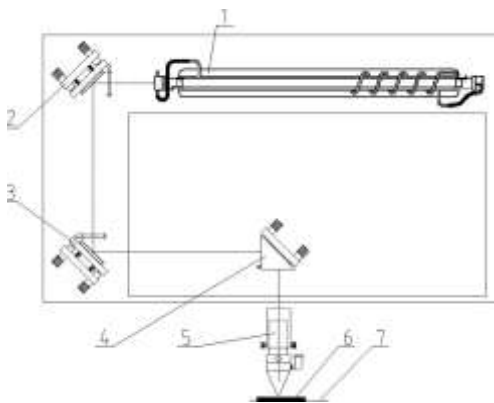

Рис. 6. Траектория движения лазерного луча
лазерного луча по изменяющейся траектории. Лазерная трубка (1), 3 зеркала (2, 3 и 4), лазерная головка и система настройки задают траекторию движения лазера (Рис. 6). От точности движения лазера зависит результат гравировки и резки, поэтому оператор должен правильно настроить траекторию движения лазера. На рисунке 7 показано одно из трех отражающих зеркал: 1 – три прижимных болта, 2 – три регулировочных болта, 3 – болт крепления зеркала. Третье отражающее зеркало находится на лазерной головке и имеет такие же болты для настройки (1). Откручивая прижимную гайку (2) можно снять трубку (3) в которой находится фокусирующая линза. Линза в трубке закреплена болтом крепления линзы и лежит выпуклой частью вниз. К лазерной головке сбоку подведена трубка, по которой подается воздух, он необходим для охлаждения фокусирующей линзы. Воздух из лазерной головки уходит через форсунку (Рис 8. (4)).